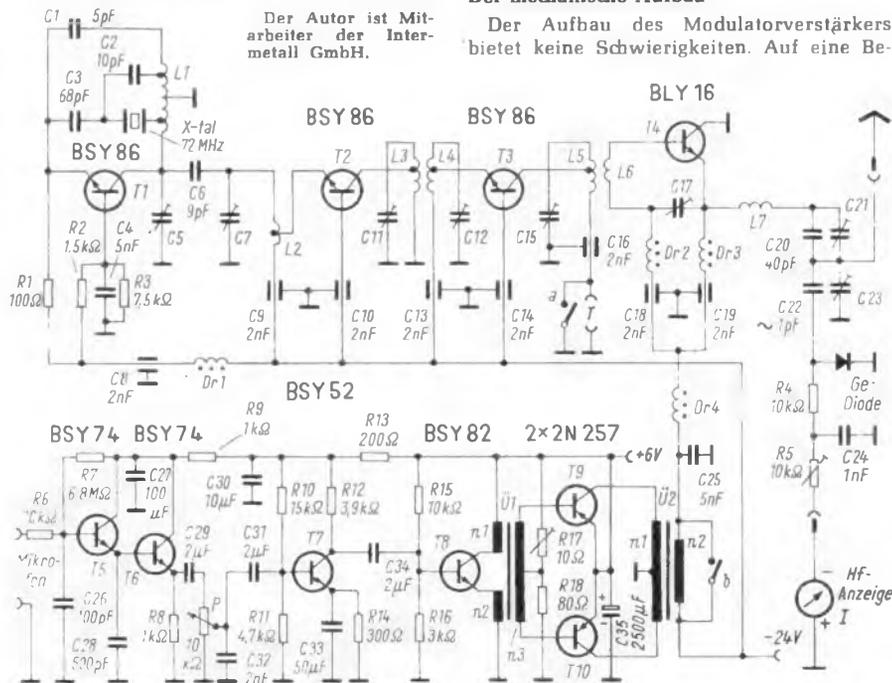
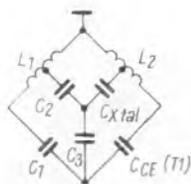

Bild 1. Schaltung des Senders mit Modulator
Bild 2. Brückenschaltung zur Kompensation der Kollektor-Emitter-Kapazität
Bild 2. Teilnehmerschaltung. 1 = eine der Programmleitungen; 2 = Teilnehmer-Übertrager; 3 = Programmwähler; 4 = Hf-Drosseln; 5 = 5...11-MHz-Verstärker; 6 = Gleichrichter; 7 = Impulsabtrennung; 8 = Videoverstärker; 9 = Zeilen- und Bildablenkung mit Hochspannungserzeugung
(Bild 1), in welchem mit Hilfe von Übertragern der Empfängeranschluß vom Kabel entkoppelt und zugleich die Eingangsspannung auf gut 15 mV herabgesetzt wird. Das Tonsignal wird über Hf-Drosseln (4) und dem Lautstärkeinsteller unmittelbar dem Lautsprecherübertrager zugeleitet (Bild 2).
Der Oszillator (Bild 1) schwingt auf der halben Sendefrequenz, wobei der Transistor T 1 (BSY 86) in Basisschaltung arbeitet. Den Oszillatorkreis bilden die zwischen Kollektor und Masse liegende Hälfte der Spule L 1 und der Luftabgleichkondensator C 5. An einer Anzapfung der Schwingkreisinduktivität liegt der Steuerquarz ($f = 72...73$ MHz, 5. Oberton), der mit dem in Serie liegenden Kondensator C 3 den Rückkopplungsweig bildet. Um ein sauberes Einrasten des Oszillators auf der Sollfrequenz zu erreichen, muß man die Quarzhalterungskapazität und die Kollektor-Emitter-Kapazität des Oszillatortransistors kompensieren. Hierzu dienen die Kondensatoren C 1 und C 2, die mit den parasitären Kapazitäten und der Gesamtinduktivität L 1 in einer Brückenschaltung mit zwei parallelen kapazitiven Zweigen liegen (Bild 2).
Bild 2. Dämpfungsverlauf der Rauschsperrre nach Bild 1. Die Kurven bedeuten: Nf-Ausgangsspannung ohne (1) und mit (3) Rauschsperrre bei moduliertem Signal, Rauschspannung ohne (2) und mit (4) Rauschsperrre ohne Modulation. Modulation 1 kHz, Hub ± 15 kHz; $U_B = 9$ V, $R_d = 8,2$ k Ω , $C_{RK} = 300$ pF